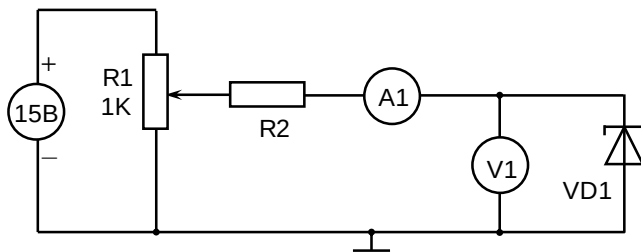

Рис. 2.2. Схема для снятия ВАХ стабилитрона
1. Начертить исследуемую схему, руководствуясь рис. 2.2, указав полярность и пределы измерительных приборов.
3. Собрать измерительную схему согласно рис. 2.2. Номинал ограничительного сопротивления $R2$ округлить до ближайшего значения из имеющихся на стенде. Получив допуск у преподавателя или лаборанта, подать питание на измерительную схему.
3. Каково назначение резистора R_2 в схеме на рис. 2.2?